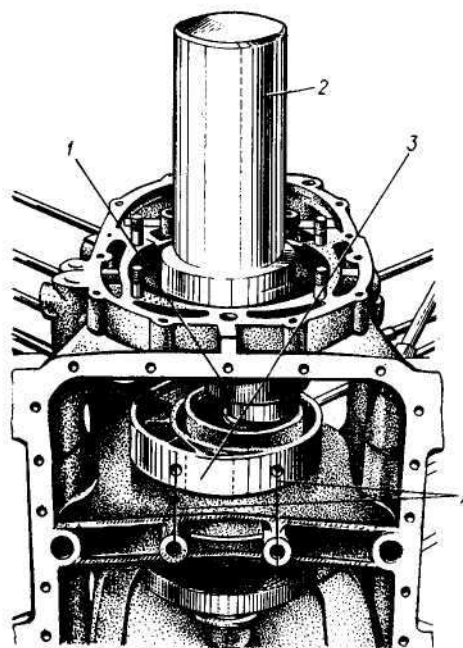

Рис. 48. Запрессовка средней опоры в сборе с коленчатым валом в картер:
- наметьте рисками на внутренней перегородке картера и на торце средней опоры оси отверстий крепления опоры (рис. 48);
- установите картер на стол прессы торцом со стороны маховика. Введите в картер коленчатый вал в сборе со средней опорой и совместите риски А (рис. 48) на картере и средней опоре. Установите технологическую оправку на торец коленчатого вала (со стороны лыски на шейке) и запрессуйте опору в гнездо картера;